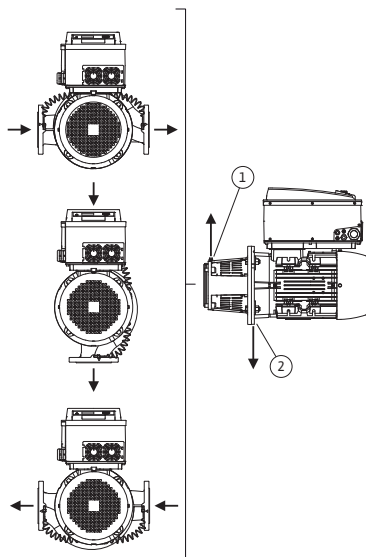
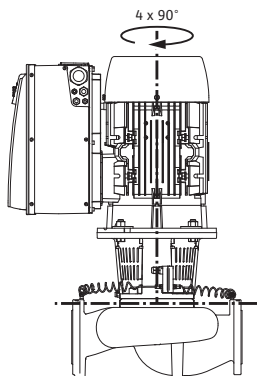

Fig. 18: Poziții de montaj admise la arborele motor dispus orizontal
Fig. 19: Poziții de montaj admise la arborele motor dispus vertical
Pozițiile de montaj admise la arborele motor dispus orizontal și la modulul electronic orientat în sus (0°) sunt reprezentate în Fig. 18. Nu sunt ilustrate pozițiile de montaj admise la modulul electronic montat în lateral (+/- 90°). Este permisă orice poziție de montaj cu excepția celei în care „modulul electronic este orientat în jos” (- 180°). Dezaerarea pompei este garantată numai atunci când supapa de dezaerare este orientată în sus (Fig. 18, poz. 1).
Numai în această poziție (0°), condensul rezultat poate fi evacuat orientat, prin orificiul existent, printr-o piesă intermediară a pompei, precum și prin motor (Fig. 18, poz. 2).
Pozițiile de montaj admise la arborele motor dispus orizontal sunt reprezentate în fig. 19. Sunt permise toate pozițiile de montare cu excepția „motorul în jos”.
- Supapa de dezaerare de pe piesa intermediară (Fig. 6, poz. 1.31) trebuie orientată întotdeauna în sus, la arborele motor dispus orizontal (Fig. 6b:). La arborele motor dispus vertical este admisă orice orientare. Vezi și Fig. 18: „Poziții de montaj admise la arborele motor dispus orizontal” la pagina 18 resp. Fig. 19: „Poziții de montaj admise la arborele motor dispus vertical” la pagina 18.
- Dacă arborele motorului este montat orizontal, poziția orificiului de condens trebuie să fie obligatoriu în jos (Fig. 18, Poz.2). La nevoie, motorul trebuie rotit corespunzător.